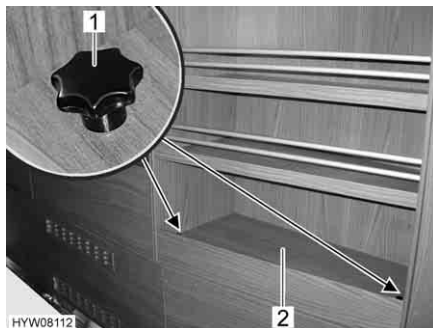

Fig. 162 Copertura dell'apertura per la pulizia sul serbatoio dell'acqua
- Svitare le viti a testa cilindrica zigrinata (Fig. 162,1).
- Rimuovere la copertura (Fig. 162,2).